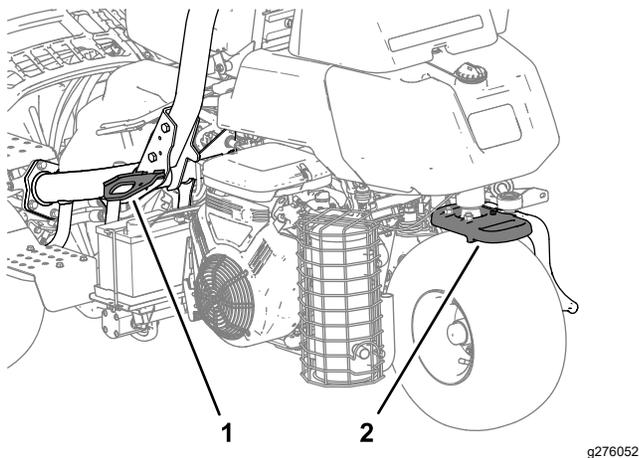

Figura 23
- Amarre la máquina firmemente con correas, cadenas, cables o cuerdas. Tanto la correa delantera como la trasera deben orientarse hacia abajo y hacia fuera respecto a la máquina (Figura 23).